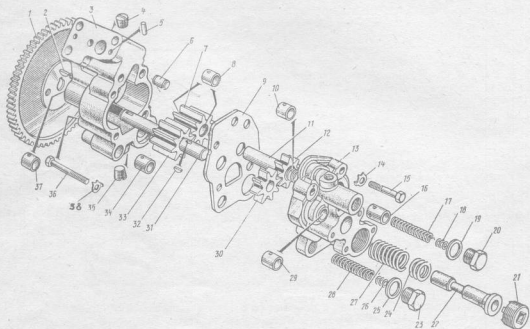

Рис. 2. Насос масляный:
33. Установить ведомую шестерню 12 (Рис. 2) радиаторной секции на приспособление и запресовать втулку 10 оси в шестерню 12, используя технологическое кольцо. Работу выполнять при необходимости замены втулки. Утопание втулки с двух сторон должно быть 1,0—1,5 мм и задается технологическим кольцом. (Приспособление пресс ручной мод. ОКС-761-2, оправка, кольцо технологическое).